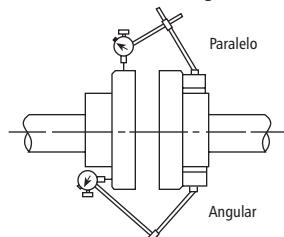

Figura 6
- Después de haber finalizado la instalación de la placa de base de la unidad montada sobre bastidor, DEBE verificarse el alineamiento del eje de la bomba y del motor, consulte la Figura 6, y debe reinstalarse el espaciador del acoplamiento.